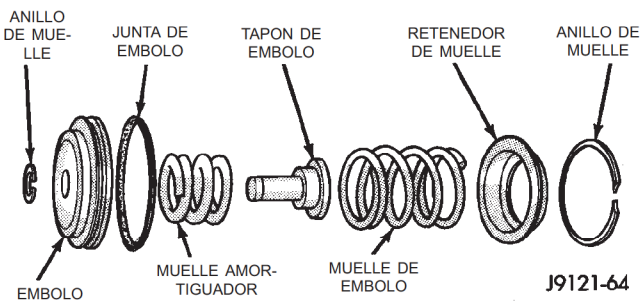

Fig. 120 Componentes del servo trasero
- (1) Retire el anillo de muelle pequeño y el tapón y muelle del émbolo del servo (Fig. 120).
- (2) Retire y deseche el aro retén del émbolo del servo.